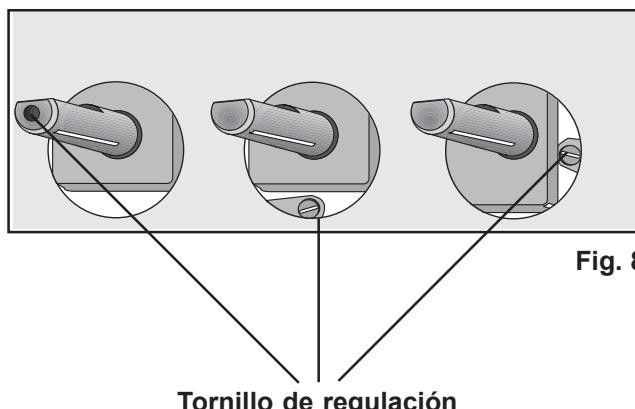

Fig. 8
- 4. Girar el tornillo de regulación (véase Fig. 8).